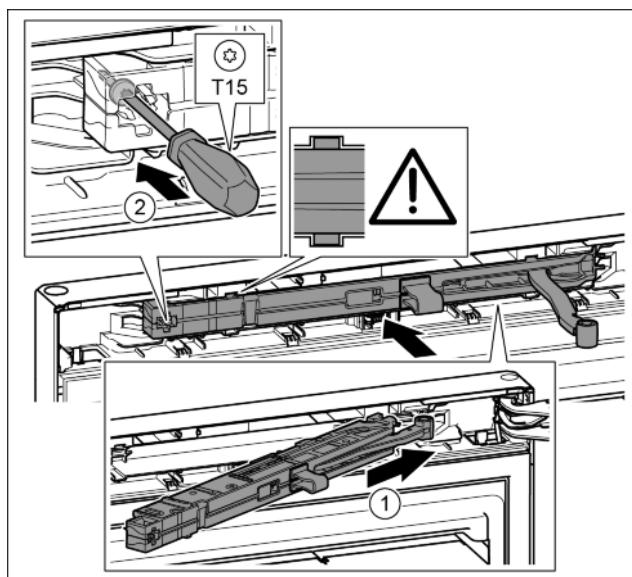

Fig. 25
- Вставить узел амортизатора со стороны опорного кронштейна в выемку до упора под наклоном. Fig. 25 (1)
- Затянуть винт отверткой T15. Fig. 25 (2)